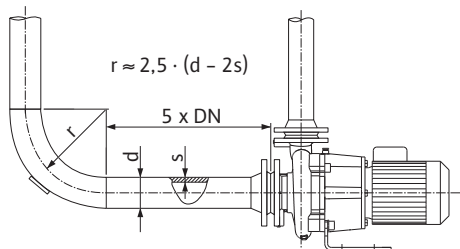
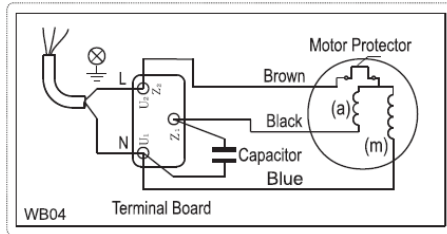

Fig. 4: Tramo de estabilización delante y detrás de la bomba
Fig. 5: Conexión de corriente alterna
- La alimentación eléctrica depende de la potencia del motor P₂, de la tensión de red y del tipo de arranque. La conmutación necesaria de las clavijas de conexión en la caja de bornes se indica en la tabla siguiente y en Fig. 4 y Fig. 5.